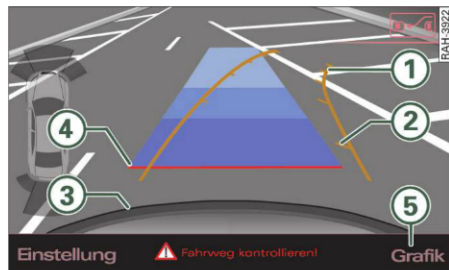

Fig. 162 Afisaj MMI:
- Pentru a activa afișajele optice, apăsați tasta de comandă **Grafik** ⇒ *pagina 148*, fig. 162 **5**.
- Rotiți volanul până când liniile de orientare portocalii ① se află în spațiul de parcare ⇒ fig. 162. Cu ajutorul marcajelor ② puteți estima distanța până la un obstacol. Fiecare marcaj corespunde 1 m. Suprafața albastră reprezintă o prelungire a conturului autovehiculului cu circa 5 m în spate.
- Deplasați-vă cu spatele și adaptați rotirea volanului cu ajutorul liniilor portocalii, în funcție de locul de parcare ⇒ ①. ③ marchează bara de protecție din spate. Apoi, când linia roșie ④ atinge un obiect, nu trebuie să continuați deplasarea ⇒ ⚠!